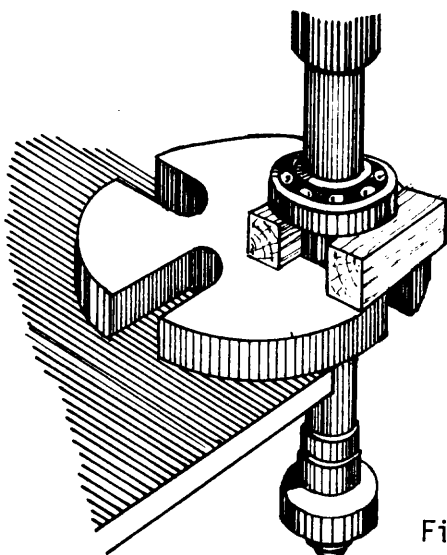

Fig. 1
1º Paso *Retire el rodamiento (figs. 1, 2 y 3):*
- a) en la prensa (figs. 1 y 2), apoyando el anillo interno en calces, cuando se trata de desmontaje de eje;